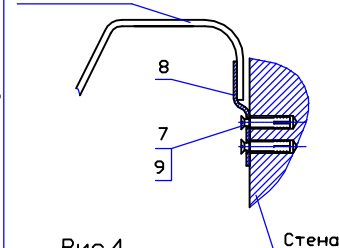

Рис.4
5. Установку металлических держателей на стене произвести по месту (рис.4).